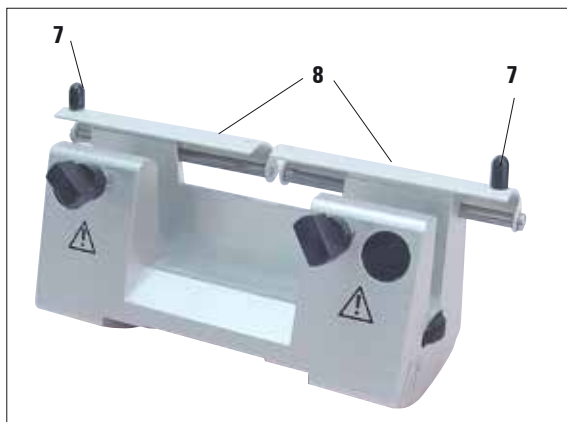

Fig. 5
El protector de dedos (8) del portacuchillas N/NZ tiene dos espigas (7) para facilitar su desplazamiento (Fig. 5).